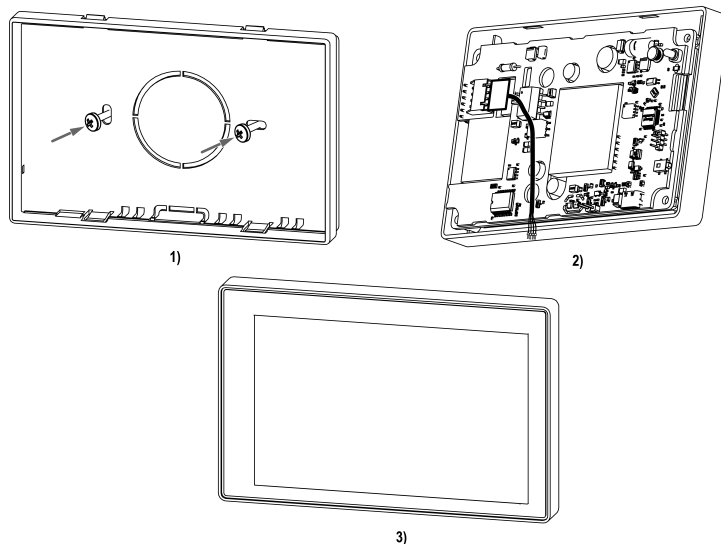

Рисунок 2 – Настенная установка
3. Закрепить заднюю крышку на поверхности с помощью саморезов (см. рисунок 2, 1).
4. Подключить к разъему на плате прибора кабель из комплекта поставки (см. рисунок 2, 2).
5. Установить (защелкнуть) прибор на заднюю крышку (см. рисунок 2, 3).